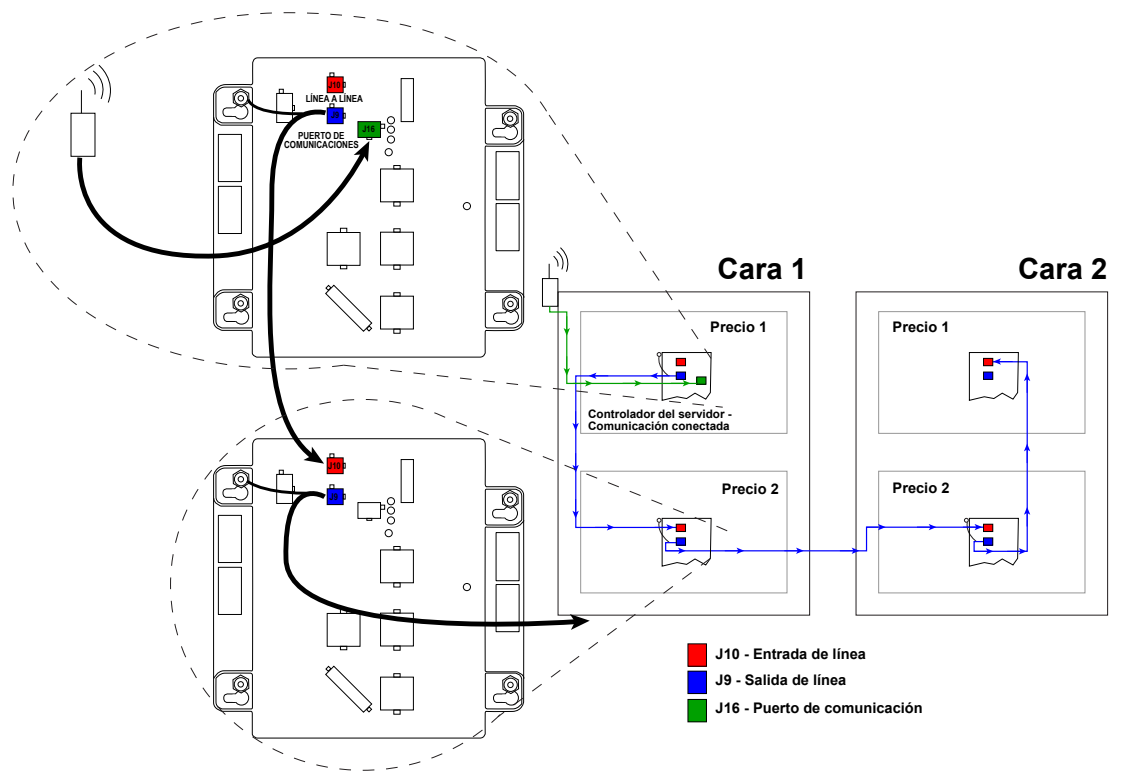

Figura 10: Instalación del cable de línea a línea
- Tienda el cable de línea a línea provisto desde el enchufe J9 del controlador del servidor al siguiente controlador de la pantalla cliente, conectándolo al enchufe J10, como se muestra en la **Figura 10**.